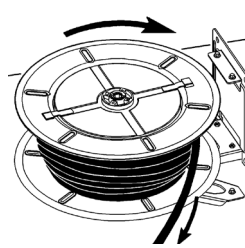

FIG 4
5. Unwind completely the hose from the drum. Fig.4.
4. Ta bort styrarmen och sidostödet så att rullen blir åtkomlig. Fig.4.
- Remove the hose guide arm and the side bar so it will be within reach of the drum. Fig.4.
- Ta bort styrarmen och sidostödet så att rullen blir åtkomlig. Fig.4.